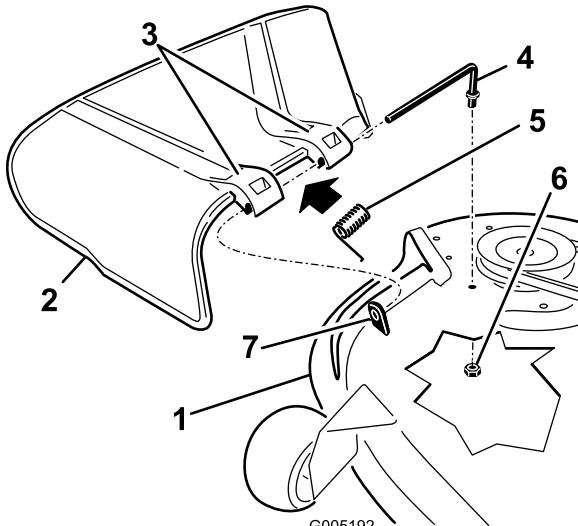

Figura 75
1. Retire la tuerca ($\frac{3}{8}$ ") de la varilla (debajo del cortacésped) (Figura 75).
2. Retire la varilla del separador corto, del muelle y del deflecto de hierba (Figura 75).
4. Vuelva a colocar el deflecto de hierba (Figura 75).
7. Deslice la varilla por el segundo soporte del deflector de hierba (Figura 75).
9. Sujete el extremo trasero de la varilla al cortacésped con una tuerca ($\frac{3}{8}$ "'), según se muestra en Figura 75.